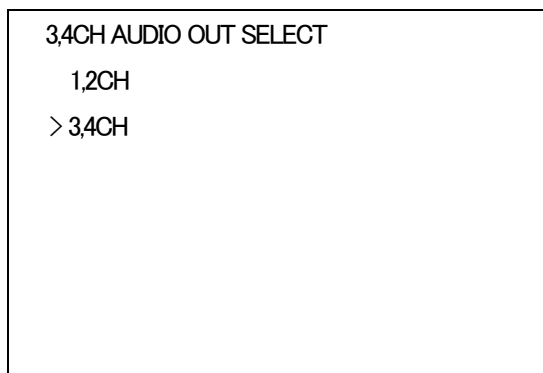

図4-2 オンスクリーンメニュー(3,4CH AUDIO OUT SELECT例)
- 1) メインメニューで「3,4CH AUDIO OUT SELECT」を選択し、**ENTER** ボタンを押すと図4-2のような設定メニューが表示されます。